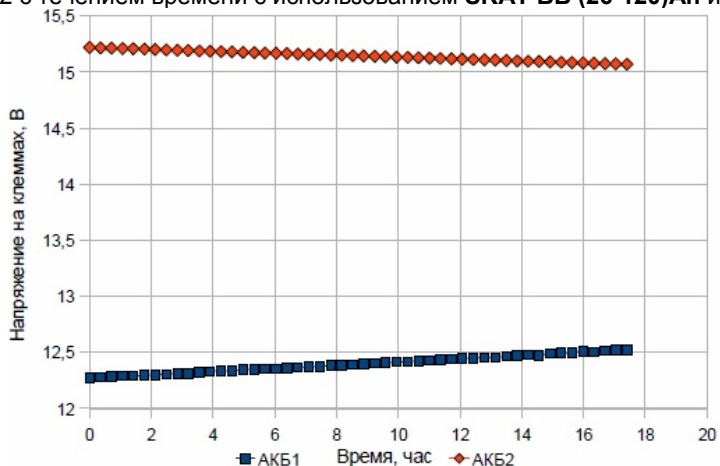

Рисунок 2 – Зависимость напряжения на клеммах АКБ1 и АКБ2 от времени без **SKAT BB (26-120)Ah**.
- Продление срока службы АКБ за счет автоматического выравнивания (балансировки) напряжения на клеммах АКБ (см. рис.2 и 3)